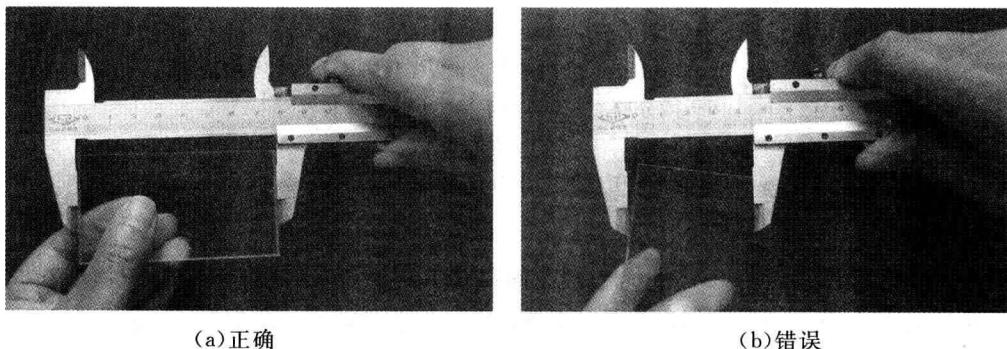

图 1-9 游标卡尺的使用方法
(2) 测量时,应将卡尺的两量爪张开到略大于被测工件的尺寸,并将固定量爪的测量面贴靠着工件。然后轻轻用力移动游标,使其活动量爪测量面也紧靠工件,并使卡尺的测量面的连线与被测量面垂直,然后将制动螺钉拧紧。
(3) 读数时,应先将游标零线左边尺身的第一刻线是整数的毫米值读出,然后在游标上找出与尺身刻线对齐的那一条刻线,在对齐处从游标上读出毫米的小数值,最后,将上述两数值相加,即为游标卡尺测量的尺寸。游标卡尺的操作如图 1-9 所示。